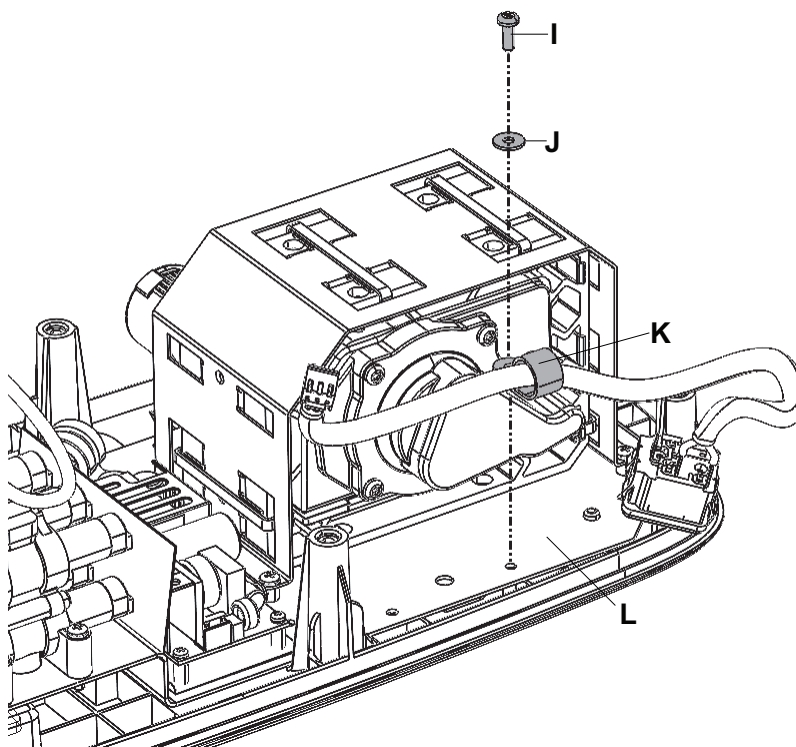

Figure 27 – Ensemble cordon d'alimentation d'entrée
2. À l'aide d'un tournevis cruciforme n° 2, retirer la vis (I), la rondelle (J) et le clamp en p (K) qui fixent l'ensemble du cordon d'alimentation d'entrée (K) à la plaque de support principale (L) (Figure 27). Conserver la vis, la rondelle et le clamp en P.